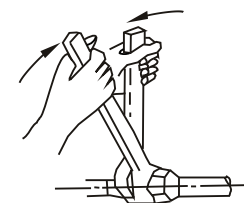
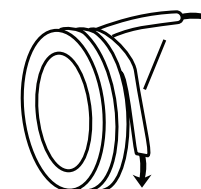

Fig. 6.3
Fig. 6.4
5. Veillez à utiliser deux clés simultanément lorsque vous connectez ou déconnectez les tuyaux. (Voir Fig. 6.3 et Fig. 6.4)